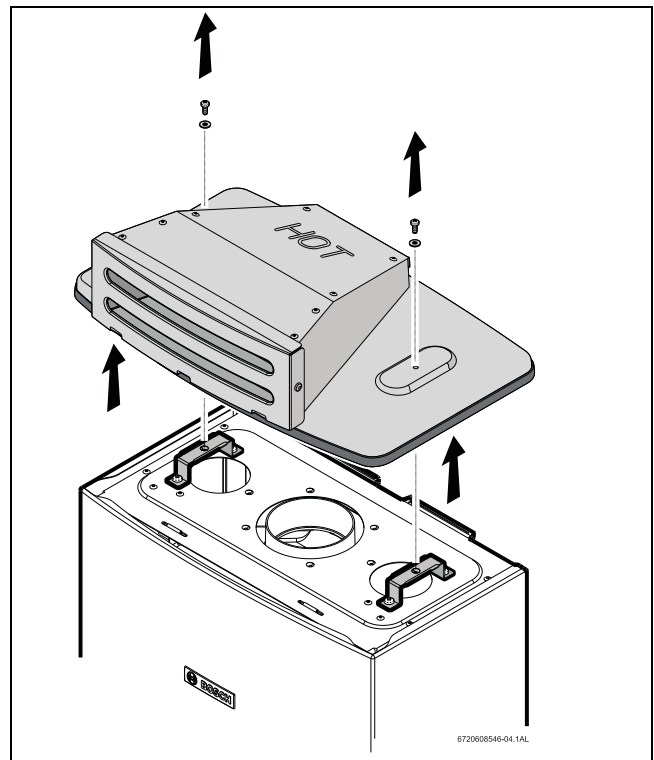

Рис. 2 Демонтаж вентиляционной крышки для внешнего монтажа (только при монтаже вне здания)
- ▶ 4. Ослабьте два винта в верхней части прибора и снимите вентиляционную крышку для внешнего монтажа (только при монтаже вне здания), см. рис. 2.